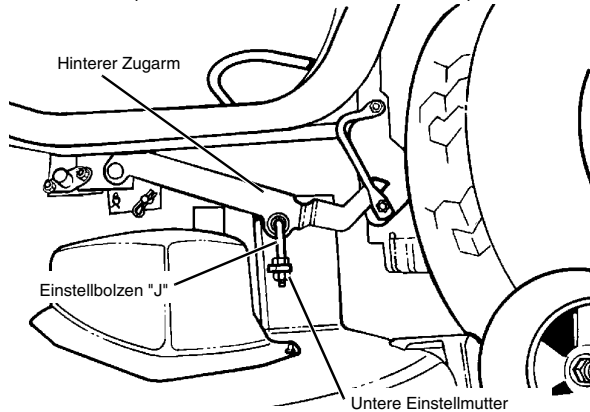

ABBILDUNG 31
- Mit einem 15 mm Schraubenschlüssel obere Klemmutter auf dem linksseitigen Einstellbolzen "J", der zur Innenseite des Mähwerks zeigt, um ca. eine Drehung lösen (siehe ABBILDUNG 31).